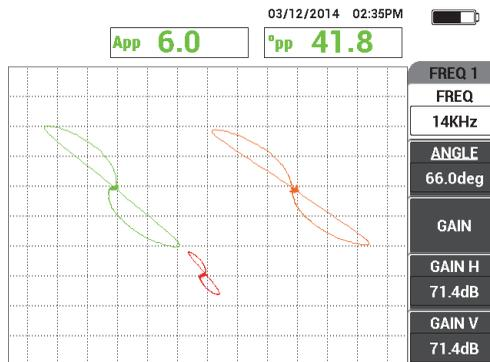

Figure 5-146 Balayage du trou débouchant
16. Placez la sonde près d'un trou débouchant, appuyez sur la pédale d'équilibrage, et puis effectuez un balayage du trou en tirant sur la sonde (voir la Figure 5-146 à la page 245).